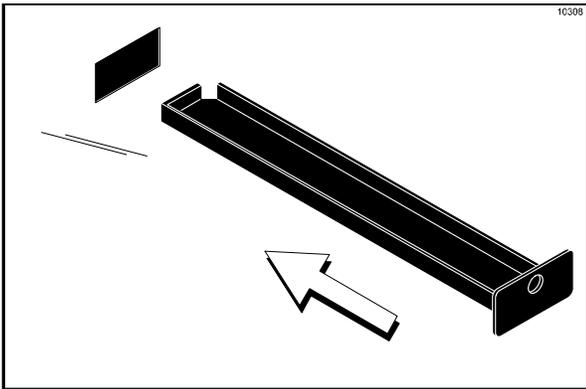

图 142
17. 将两个短滴料盘插入后面板上的孔，将两个带缺口的滴料盘插入左右两侧的面板。（见图 142。）